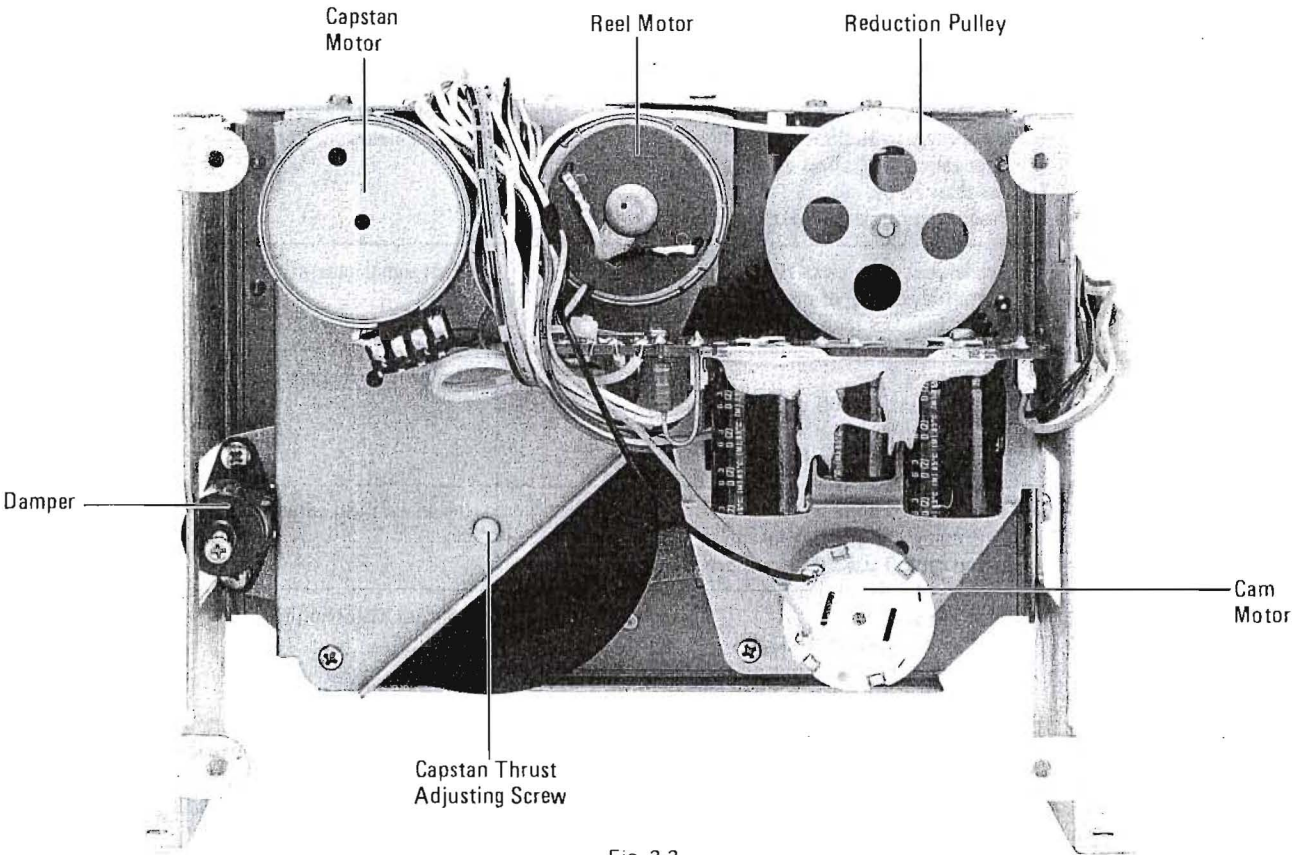

Fig. 3-3
1. Turn the thrust adjusting screw so that thrust of the capstan shaft is from 0.1 mm to 0.25 mm. For thrust adjusting screw location, see Fig. 3-3.
2. Turn the reduction pulley (see Fig. 3-3) with your hand to check whether the head base exceeds the lowest position adjusted above or not.
1. キャプスタン・シャフトのスラストが0.1mm～0.25mmになるようにスラスト調整ネジ (図3-3参照) を回す。
2. 減速プーリー (図3-3参照) を手で回転させ、ヘッド・ベースが上記の調整位置よりさらに下へくるかどうか確認する。